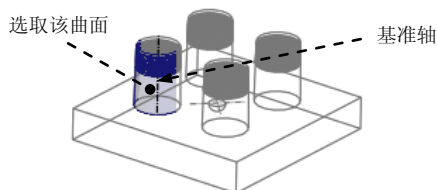
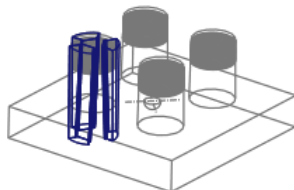

图 25.29 创建基准轴
图 25.30 阵列结果
Step4. 创建图 25.29 所示的基准轴，操作过程如下。
- (1) 单击 **模具** 功能选项卡 **基准** ▾ 区域中的“轴”按钮
- (2) 选取图 25.29 所示的曲面。
- (3) 在“基准轴”对话框中单击 **确定** 按钮。
Step5. 在“阵列”操控板中输入要阵列的个数 3，输入阵列成员间的角度值 120，单击“阵列”操控板中的 按钮，结果如图 25.30 所示。